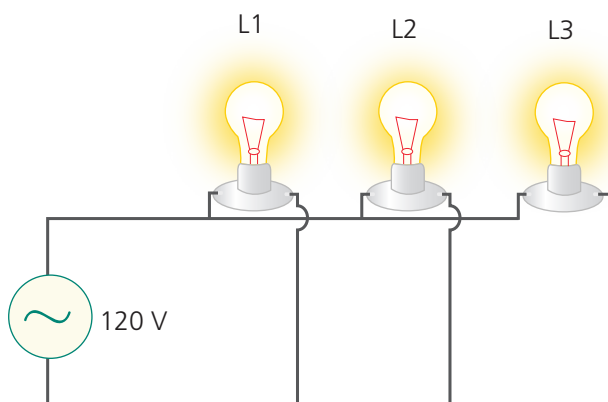

Figura 9.13: Lâmpadas em paralelo conectadas a uma fonte alternada
6. A Figura 9.13 mostra três lâmpadas conectadas a uma fonte alternada de 120 V (rms). A potência das lâmpadas 1 e 2 é de 150 W e a da lâmpada 3 é 100 W. Encontre o valor da corrente rms e a resistência de cada lâmpada do circuito.